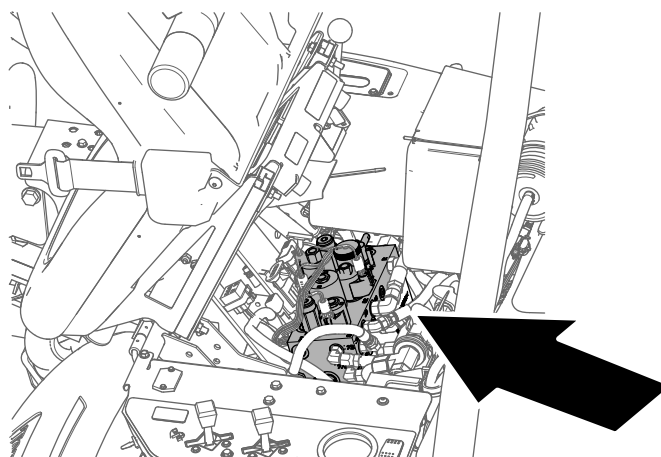

Bild 62
4. Klappen Sie den Bedienerstuhl hoch und stützen Sie ihn mit der Stützstange ab (Bild 62).